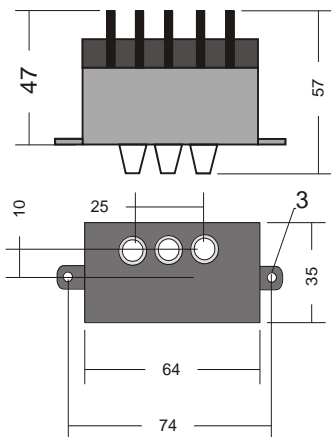

Рис. 1. Внешний вид индикаторного блока
4.1. Устройство состоит из индикаторного блока, выполненного в пластмассовом корпусе с двумя колодками на задней панели, для присоединения внешних проводников. На лицевой панели корпуса установлены три индикаторных элемента, соответствующих числу контролируемых фаз. Габаритные и установочные размеры блока приведены на рис.1.